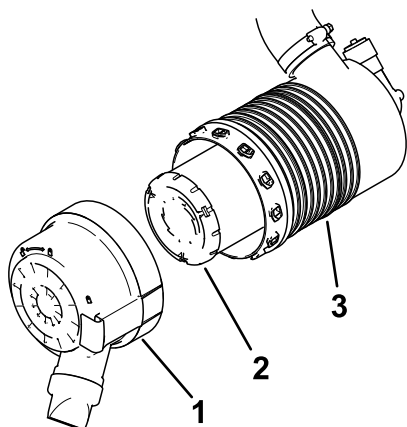

Figura 41
- Instale a cobertura do filtro de ar com a tampa de poeira orientada para baixo como em Figura 41 e prenda os trincos.